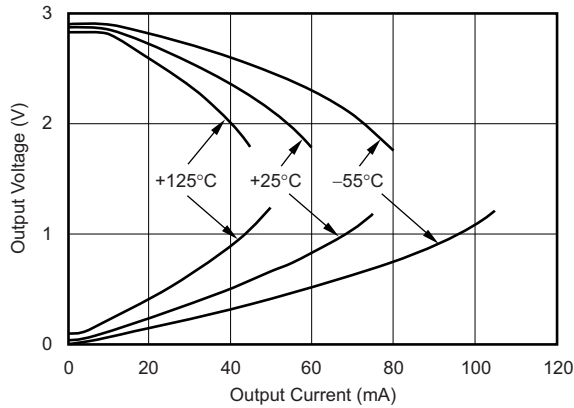
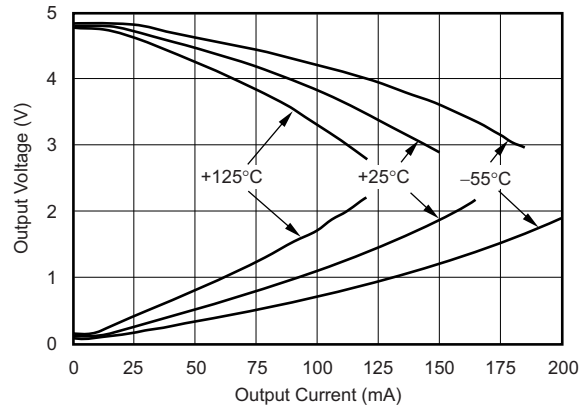
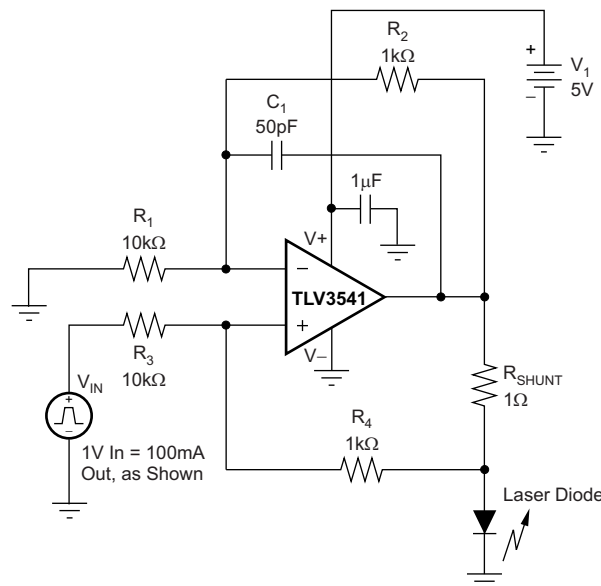
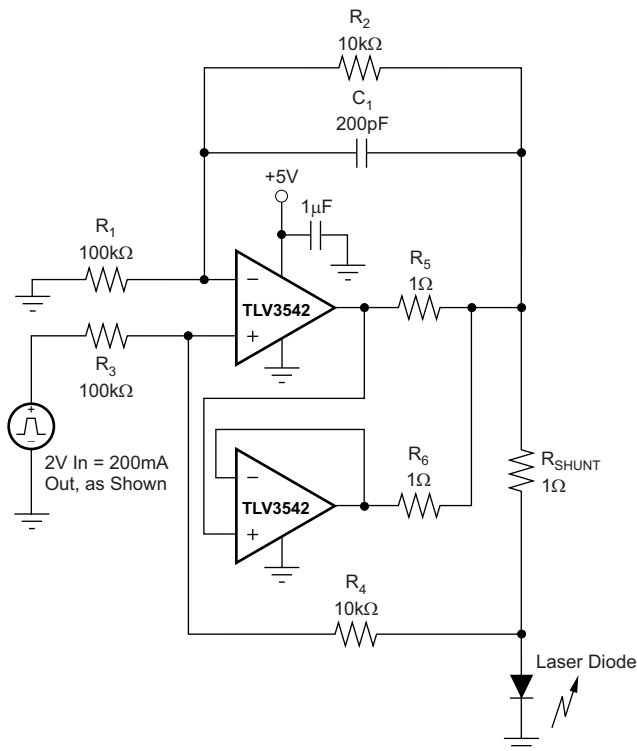

图 13.  $V_S = 3\text{V}$  时输出电压摆幅与输出电流间的关系
图 14.  $V_S = 5\text{V}$  时输出电压摆幅与输出电流间的关系
图 20. 激光二极管驱动器
图 21. 并行运行
(1) 请参阅有关输出电压摆幅与输出电流间的关系 (图 13 和 图 14) 的典型特性曲线。
(2) 根据设计确定。
(3) 在此温度范围内工作将不会损坏部件。不过, 可能出现性能下降。
采用具有共源晶体管的 AB 类输出级来实现轨至轨输出。对于高阻抗负载 ( $> 200\Omega$ ),输出电压摆幅通常在距离电源轨 100mV 范围内。在  $10\Omega$  负载下,可在保持高开环增益的同时实现有用输出摆幅。请参阅有关输出电压摆幅与输出电流间的关系(图 13和图 14)的典型特性曲线。
TLV354x 输出级可提供  $\pm 100mA$  的持续输出电流,并且在 5V 电源供电的条件下提供大约 2.7V 的输出摆幅,如图 20中所示。为确保最大可靠性,不建议运行超过  $\pm 100mA$  的持续直流电流。请参阅有关输出电压摆幅与输出电流间的关系(图 13和图 14)的典型特性曲线。如需提供大于  $\pm 100mA$  的持续输出电流,可将 TLV354x 并行运行,如图 21中所示。